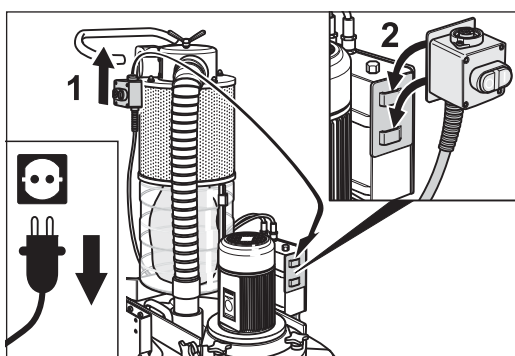

Abb. 92 Den Ein-/Aus-Schalter am Fahrgestell aushängen (1) und in die Transporthalterung am Schaltkasten einhängen (2).
- 5 Hängen Sie den Ein-/Aus-Schalter am Fahrgestell aus (Abb. 92, 1) und in die Transporthalterung am Schaltkasten ein (Abb. 92, 2).